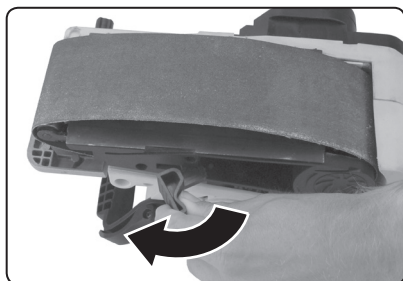

Abb. 4
1. Legen Sie den Schnellspannhebel vollständig um - dadurch wird das Band von den Walzen gelöst (Abb.4).